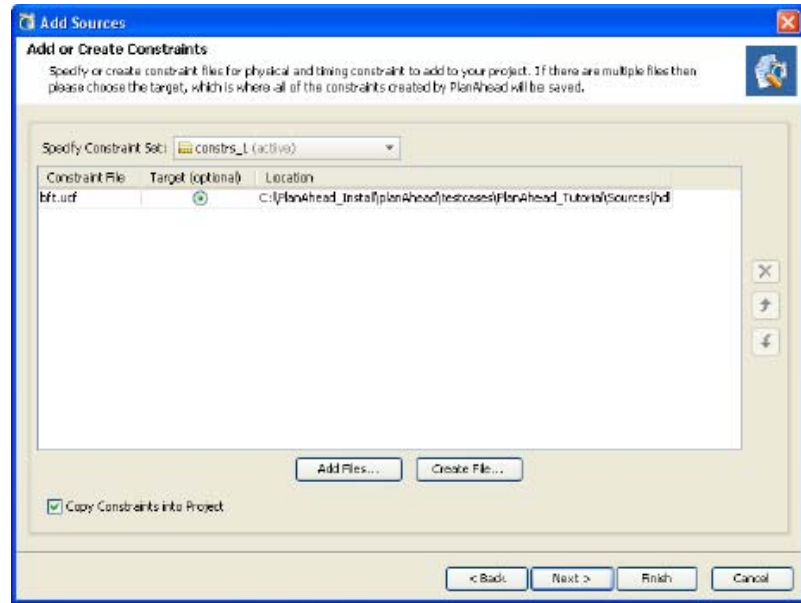

図 3-19 : Add Sources ウィザード : [Add or Create Constraints] ページ
2. [Add or Create Constraints] をオンにし、[Next] をクリックします。 図 3-19 に示す [Add or Create Constraints] ページが表示されます。